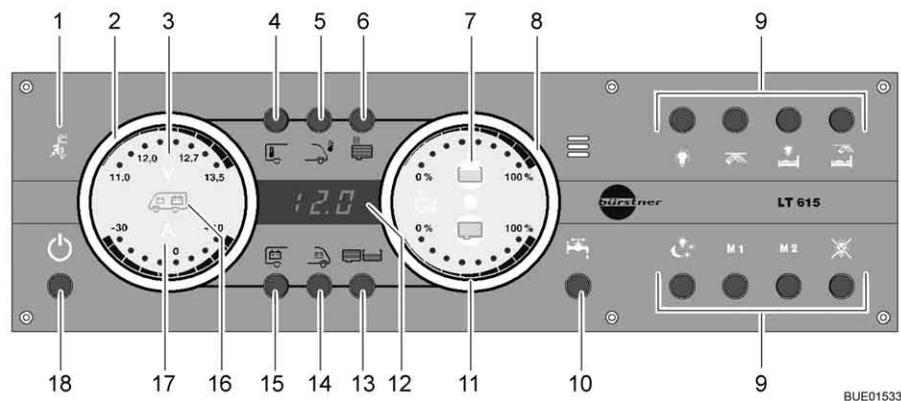

Bild 157 Panel LT 615
Die 230-V-Kontroll-Leuchte (Bild 157,1) leuchtet, wenn am Eingang des Elektroblocs Netzspannung vorhanden ist. Die Batterien werden geladen.
Der 12-V-Hauptschalter (Bild 157,18) schaltet das Panel und die 12-V-Versorgung des Wohnraums ein und aus.
- Taste 12-V-Versorgung (Bild 157,18) kurz drücken. Die 12-V-Versorgung des Wohnraums ist eingeschaltet. Die Kontroll-Anzeige "12 V" leuchtet.
- ▷ Wenn nach dem Einschalten die LED "11,0" der Voltanzeige sowie das Symbol Volt "V" (Bild 157,3) im Anzeigeelement Batterien (Bild 157,2) blinken, dann ist die Spannung der Wohnraumbatterie zu gering. Batterie laden.
- ▷ Wenn nach dem Einschalten die Kontroll-Anzeige "12 V" und das Symbol Volt "V" (Bild 157,3) dreimal blinken, dann ist die Batterietrennung aktiviert. Batterietrennung deaktivieren.
- ▷ Wenn das Panel ausgeschaltet ist und das Symbol "V" (Bild 157,3) rot blinkt, dann ist die Batterie entladen. Um die Batterie vor Tiefentladung zu schützen, kann das Panel dann nicht eingeschaltet werden. Batterie so schnell wie möglich laden.
- Taste 12-V-Versorgung (Bild 157,18) kurz drücken. Die 12-V-Versorgung des Wohnraums ist ausgeschaltet. Die Kontroll-Anzeige "12-V-Versorgung" erlischt.
- Taste Wohnraumbatterie (Bild 157,15) drücken und ca. 10 Sekunden lang gedrückt halten. Das Symbol Volt "V" (Bild 157,3) und die Kontroll-Anzeige "12 V" blinken dreimal. Die Wohnraumbatterie ist vom 12-V-Bordnetz getrennt.
- Taste 12-V-Versorgung (Bild 157,18) drücken und ca. 5 Sekunden lang gedrückt halten. Das Symbol Volt "V" (Bild 157,3) und die Kontroll-Anzeige "12 V" blinken dreimal. Die Wohnraumbatterie ist mit dem 12-V-Bordnetz verbunden. Die Kontroll-Anzeige leuchtet nach ca. 5 Sekunden.
- Taste Wohnraumbatterie (Bild 157,15) drücken. Das Symbol Volt "V" (Bild 157,3) leuchtet. Das Symbol Ampere "A" (Bild 157,17) leuchtet je nach Ladung oder Entladung weiß bzw. rot. Die Batteriespannung und der Strom der Wohnraumbatterie werden über die LEDs im Anzeigeeinstrument angezeigt. Die Restkapazität der Wohnraumbatterie wird auf dem Display in Prozent angezeigt.
- Taste Starterbatterie (Bild 157,14) drücken. Das Symbol Volt "V" (Bild 157,3) leuchtet. Die Batteriespannung der Starterbatterie wird über die LEDs im Anzeigeeinstrument angezeigt.
Anzeigen: ■ Taste Tanks (Bild 157,13) drücken. Die Symbole Wassertank (Bild 157,7) und Abwassertank (Bild 157,11) leuchten. Die Füllstände des Wassertanks (obere Skala) und des Abwassertanks (untere Skala) werden über die LEDs im Anzeigeeinstrument angezeigt.
Das Symbol Wassertank (Bild 157,7) oder das Symbol Abwassertank (Bild 157,11) blinkt, wenn der Wassertank leer oder der Abwassertank voll ist.
Über die Digitalanzeige (Bild 157,12) lassen sich die Innentemperatur und die Außentemperatur in °C anzeigen.
- Taste Innenraumtemperatur (Bild 157,4) drücken. Die Innentemperatur wird angezeigt.
- Taste Außentemperatur (Bild 157,5) drücken. Die Außentemperatur wird angezeigt.